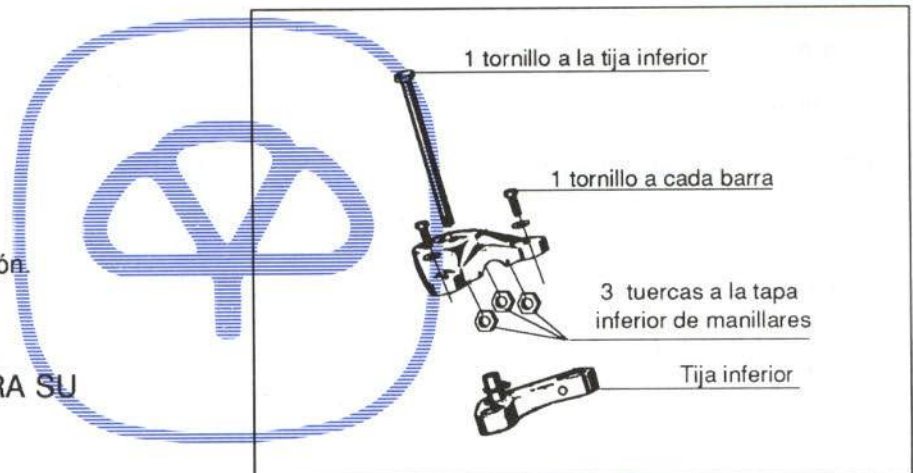

Figura 32.- Fijación de la tija superior
En la figura 32, se muestra su fijación.
- Tija superior (figura 32)